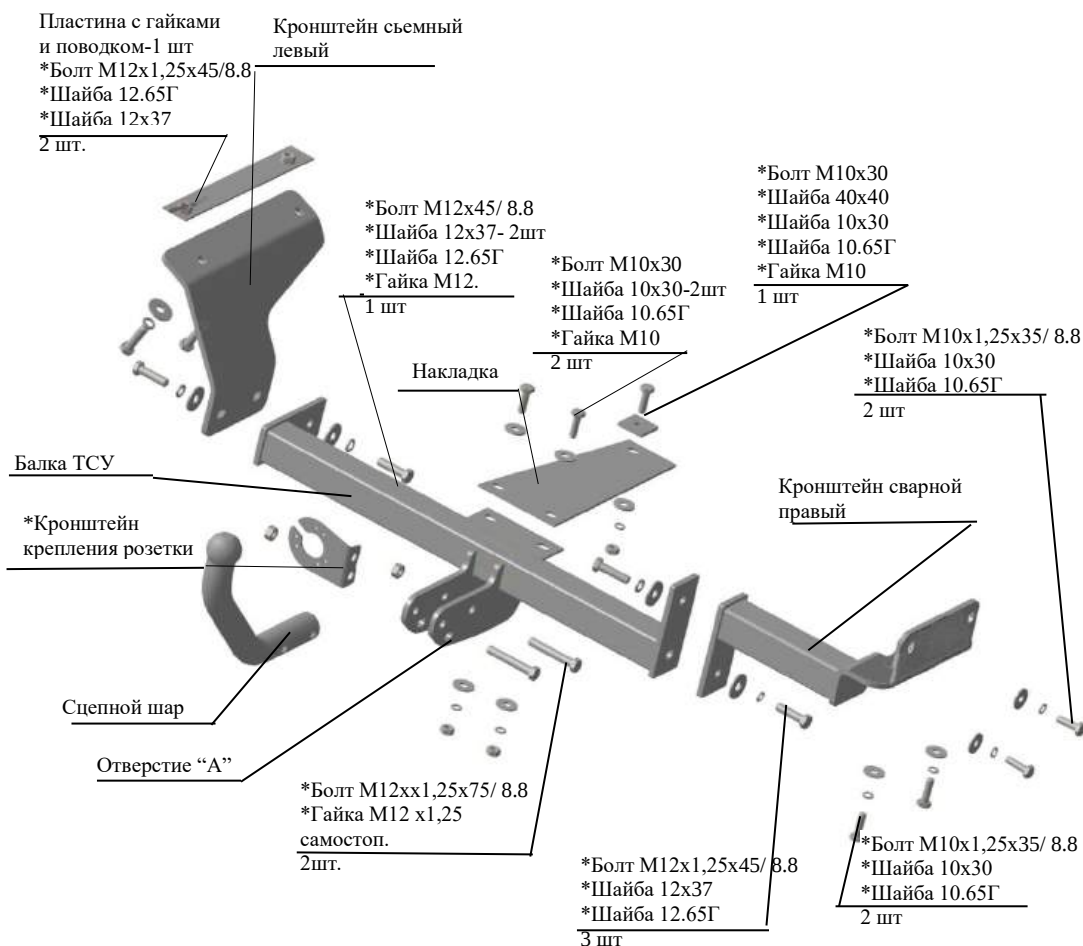

Рис.1 Тягово-сцепное устройство ТСУ 8400.
2.1 ТСУ 8400 в сборе (рис.1)	1 шт.
2.2. Пакет комплектующих (рис.1)	1 шт
4.3 Закрепить сварной правый кронштейн ТСУ к нижней и боковой полке правого лонжерона болтами M10x1,25x35, согласно рис.1, используя гайки штатные и подложив под головки болтов шайбы 10.65Г и шайбы 10x30. Крепеж не затягивать
4.4 Наживить накладку к балке ТСУ болтами M10x30 и гайками M10, подложив под гайки шайбы 10.65Г и шайбы 10x30, изнутри багажника закрепить накладку болтом M10x30 и гайкой M10, подложив под головку болта шайбу 40x40, а под гайку шайбу 10.65Г и шайбу 10x30, затем закрепить балку ТСУ к боковым кронштейнам болтом M12x45 и крепежом соответственно рис.1, к приварным гайкам - крепить болтами M12x1,25x45, подложив под головки болтов шайбы 12.65Г и шайбы 12x37. Крепеж не затягивать.